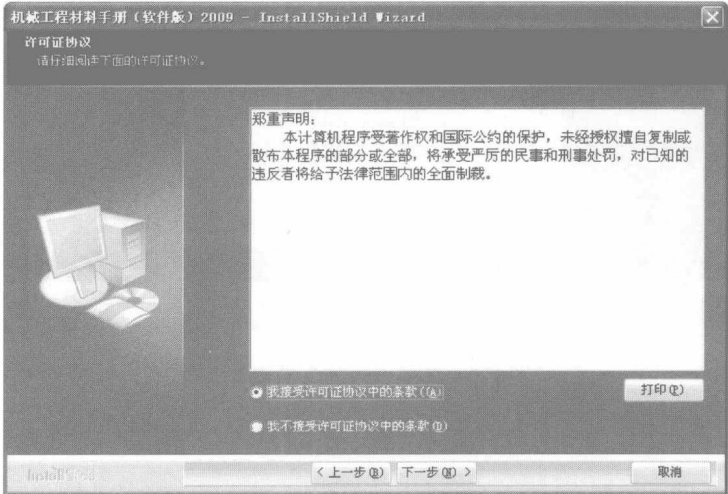

图 1-3 许可证协议界面
(3) 单击“下一步”按钮，进入关于软件使用的许可证协议界面，如图 1-3 所示。在用户安装协议中，说明了用户的权利和义务，在用户阅读协议内容并表示同意后，选择“我接受许可证协议中的条款”，单击“下一步”按钮。